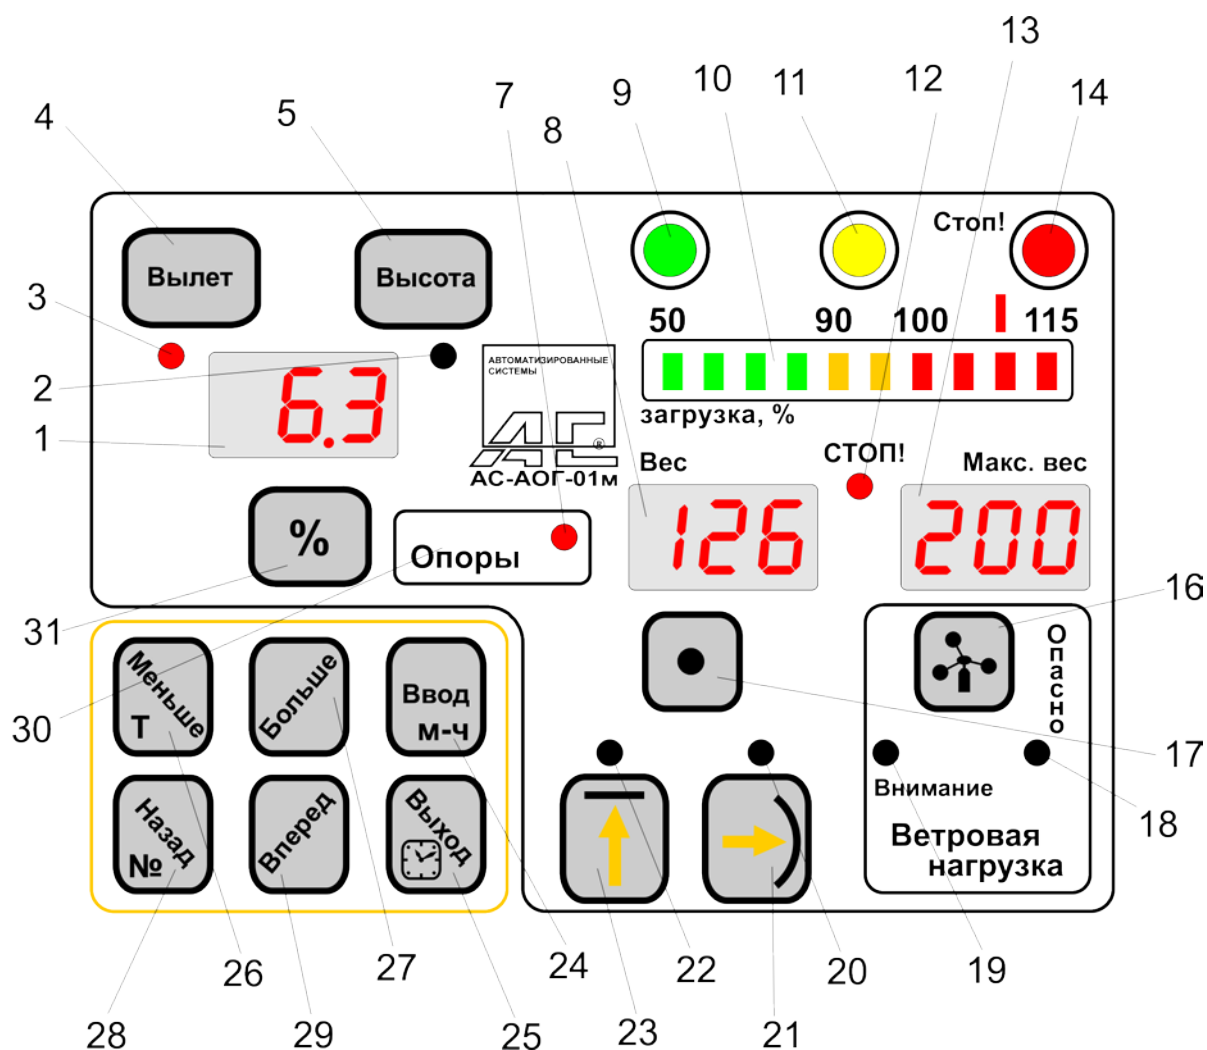

Рис. 4
6.4.8. На панели индикации и управления блока АОГ, Рис.4, расположены: линейный аналоговый индикатор загрузки, 3 цифровых дисплея, характеризующих режим работы подъёмника, кнопки управления, кнопки включения и выключения различных видов ограничений координатной защиты и индикаторы, характеризующие состояние системы после нажатия соответствующих кнопок.